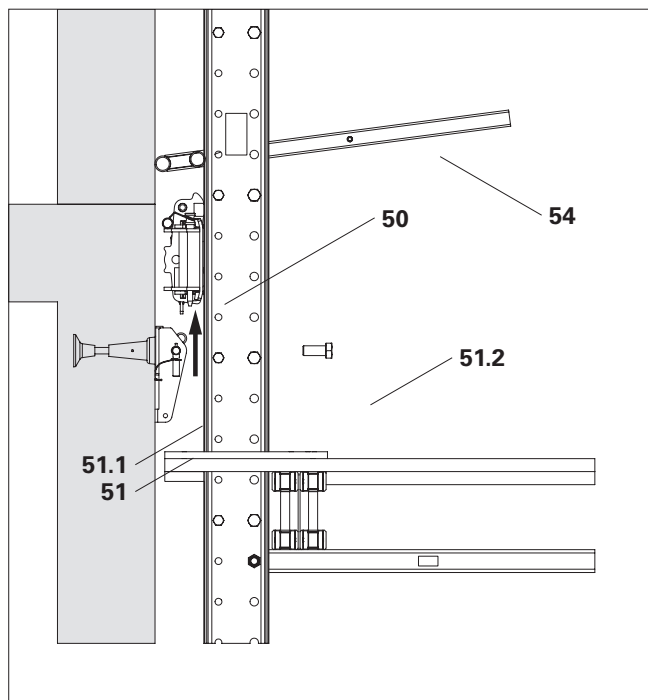

Fig. D4.04
6. Tirare il dispositivo di sospensione verso l'alto e poi verso il lato dietro la guida di ripresa. (Fig. D4.04 + D4.04a)